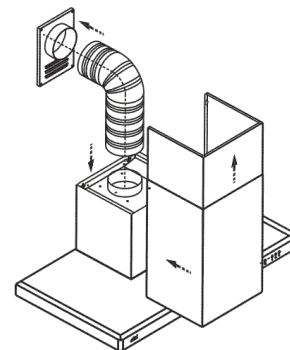

рис. 7
- 6.3 В зависимости от режима эксплуатации вытяжки соедините вентилятор с вентиляционной решеткой полужестким гофрированным воздуховодом (рис. 7) или установите на вентилятор угольные фильтры*.
- будьте осторожны при установке фальштруб (рис. 7), не повредите поверхности из нержавеющей стали. Их легко поцарапать.